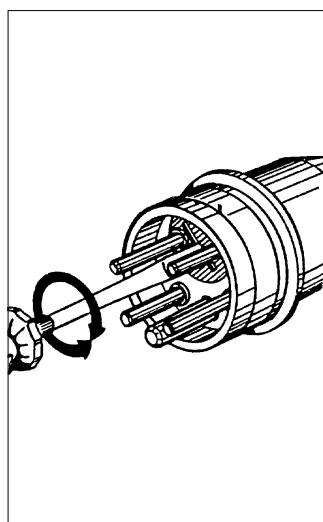

Fig. 1.24
- Vérifier le bon fonctionnement des treuils TIRAK, et notamment que les moteurs tournent dans le bon sens. En poussant le bouton DESCENTE, le câble doit sortir des treuils. Si non inverser à l'aide d'un tournevis deux phases dans la prise CEE des treuils (Fig. 1.24).